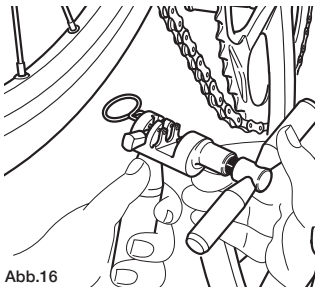

Abb.16
- Setzen Sie das Werkzeug **UT-CN400** wie in **Abb. 16** angegeben an (von der Außenseite der Kette her nach Innen).